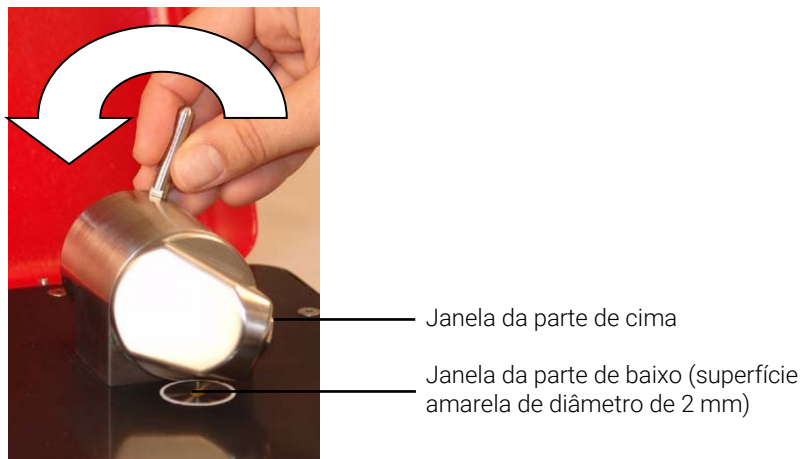

Figura 3. TumbIIR com a janela do acessório virada para cima
No modo de carregamento e limpeza de amostra, a TumbIIR é girada de forma que a janela do acessório fique virada para cima (veja a Figura 3). É nesta posição que se pode acessar facilmente a área de montagem de amostra para colocar a amostra em seu lugar e limpar as superfícies de amostragem antes de se analisar a próxima amostra.
- 2 Limpe primeiro a janela da parte de cima e então limpe a janela de montagem da parte de baixo, conforme indicado na Figura 3.
- 1 Abra o dispositivo de amostragem (TumbllR) rodando o braço em sentido anti-horário (veja a Figura 3).
- 2 Limpe primeiro a janela da parte de cima e então limpe a janela da parte de baixo, conforme indicado na Figura 3.